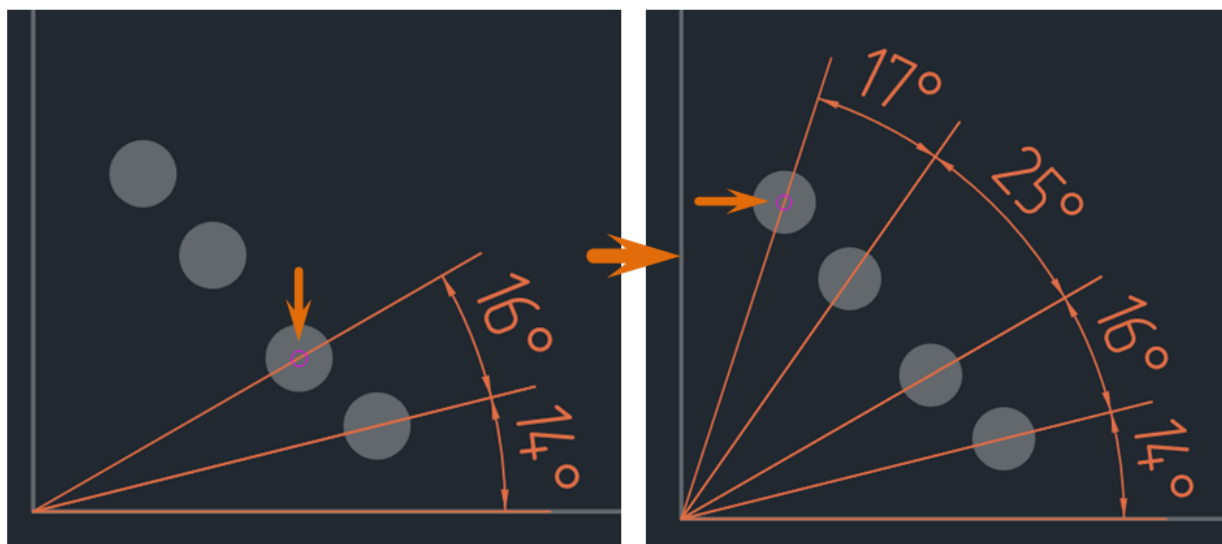

Рис. 479 Второй и последующие размеры угловой цепной размерной линии
7. Повторяя действия, описанные в п. 6, разместите необходимое количество размерных линий, см. Рис. 479.